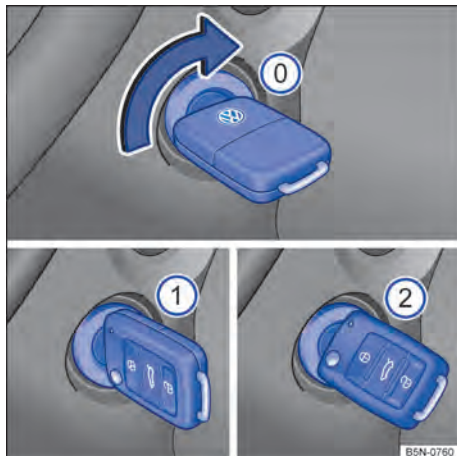

Fig. 81 Ao lado do volante, à direita: posições da chave do veículo no cilindro da ignição.
Posições da chave do veículo → Fig. 81
- *Veículos com partida aquecida:* girar a chave do veículo na posição → Fig. 81 ①. A ignição está ligada. Nesse instante a luz de controle do sistema de partida aquecida  irá se acender no instrumento combinado. Aguardar que a luz de controle  se apague indicando o término do aquecimento do combustível (esta ação poderá ser necessária em condições de partida com o motor frio).
- *Veículos sem partida aquecida:* girar a chave do veículo na posição → Fig. 81 ①. A ignição está ligada.
- Girar a chave do veículo no cilindro da ignição para a posição → Fig. 81 ② – não acelerar. Quando o motor começar a funcionar, soltar a chave do veículo no cilindro da ignição.
- *Veículos com partida aquecida:* girar a chave do veículo no cilindro da ignição para a posição → Fig. 81 ② para dar partida no motor – não acelerar. Caso a etapa 5 não seja respeitada, a luz de controle  irá piscar indicando a necessidade de interromper o procedimento de partida e repeti-lo após retornar a chave para a posição → Fig. 81 ① e aguardar aproximadamente 10 segundos.
- *Veículos sem partida aquecida:* girar a chave do veículo no cilindro da ignição para a posição → Fig. 81 ② para dar partida no motor – não acelerar.
- Girar a chave do veículo no cilindro da ignição na posição → Fig. 81 .